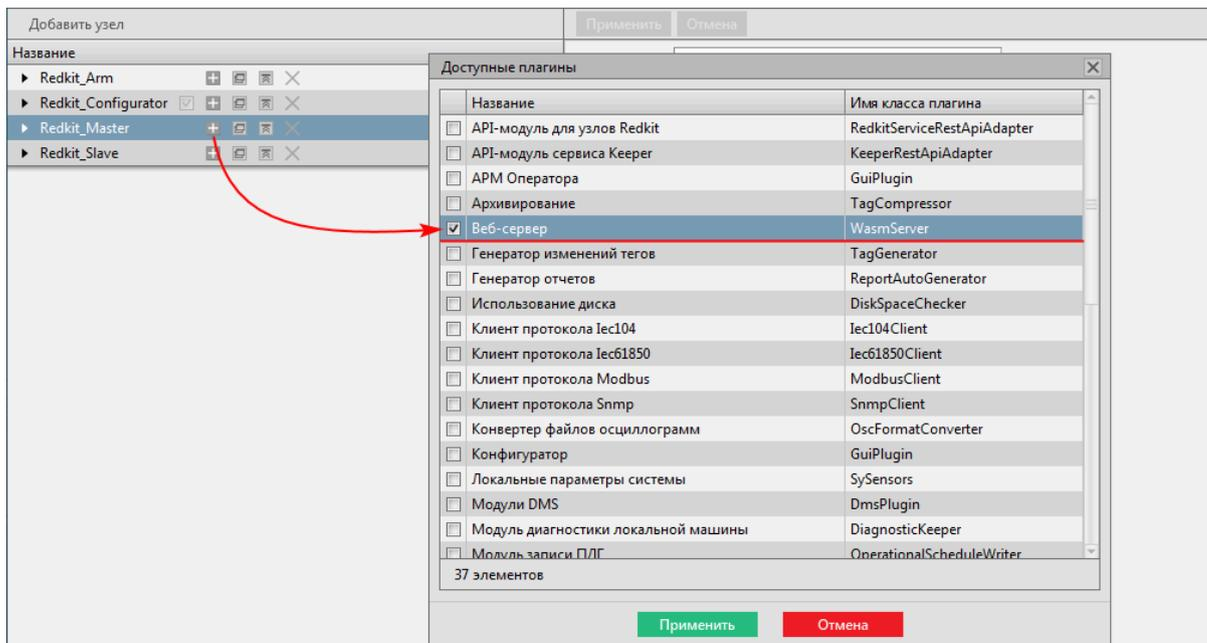

Рисунок 510 - Модуль «Веб-сервер»
4. У узла `Redkit_Master` нажмите на и выберите модуль **Веб-сервер** (Рисунок 510).